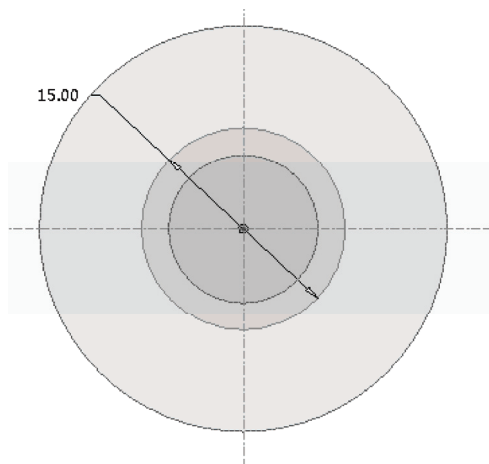

图 6-64 绘制草绘截面三
STEP 08 进入草绘环境, 单击“草绘”选项卡中的相应按钮, 绘制草绘截面, 如图 6-64 所示。